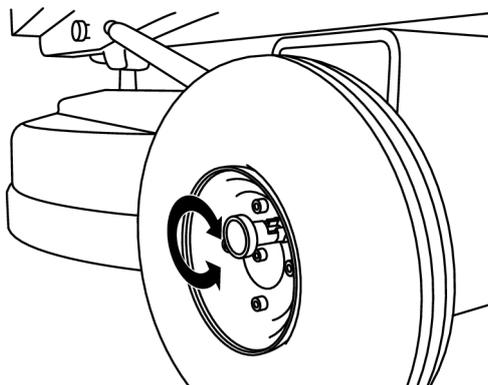

Figura 4-4. Girare di 90°
- Girare la coppia di 90° e rilasciarla per bloccarla, vedere Figura 4-4, pagina 18.